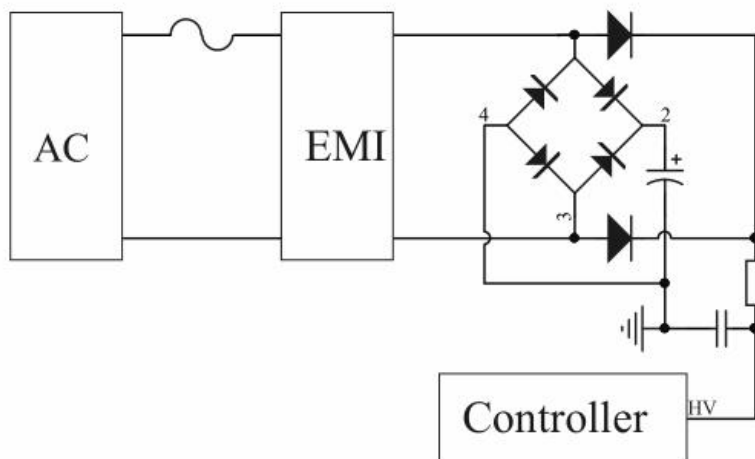

图 1：高压启动电路
DK035G 包含多功能高压 (HV) 引脚。为达到快速启动，内部集成了高压启动电路，可以快速启动电源同时能够有效降低待机功耗，如图 1 所示，能够快速准确监测输入电压，在输入掉电后，